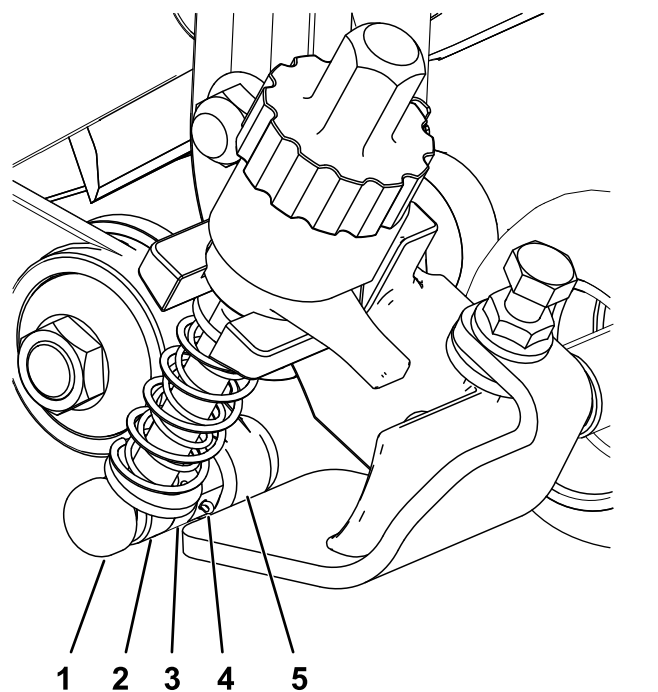

Figura 12
3. No lado do conjunto do rolete, alinhe a barra do braço de ajuste do suporte da altura de corte com o anel de ajuste no conjunto do rolete e fixe-a com um pino de ajuste e um perno de gancho (Figura 12).